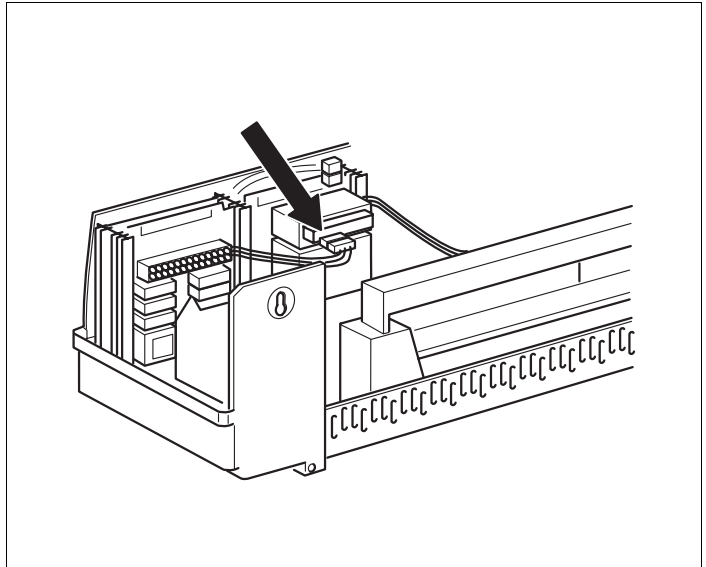

Abb. 16 Herstellen der 230-V-Spannungsversorgung
- 230-V-Modulanschlussstecker an der vorgesehenen Position in die Steckerleiste einstecken (für Modulanschluss an Steckplatz 2, siehe Pfeil in Abb. 16).